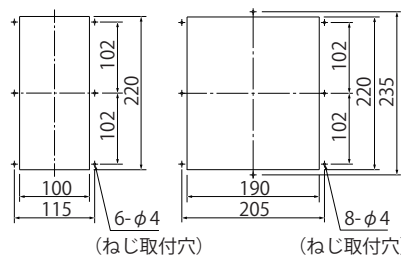

図1
- 取付面に下フレーム用の取付穴を開けてください。(図1)
- 下フレームをテンプレートとして、φ4のドリルでねじ取付穴を開けてください。(図1, 2)